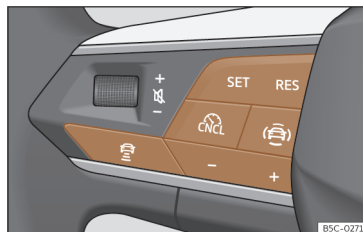

Fig. 141 No volante multifunções: botões para utilizar o ACC.
- Pressione o botão  do volante multifunções >>> **Fig. 141**.
- Para começar a regulação pressione o botão **SET** >>> **Fig. 141**.
- Pressionar o botão  e, em seguida, o botão + ou - >>> **Fig. 141**.
- >>> **Fig. 141** ou pressione o pedal do travão.